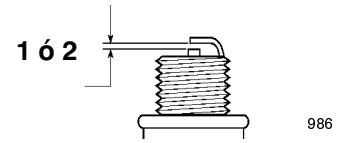

Figura 31
4. Fije la distancia entre los electrodos de la nueva bujía tal como se muestra en la Figura 31.